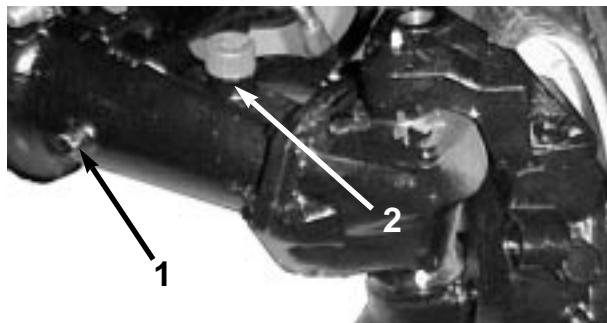

図 21
2. アクスルの一方の端部から点検用プラグ（図21）を抜き、穴の下端まで潤滑油があることを確認する。量が不足の場合は、給油プラグ（図21）をはずして補給する。